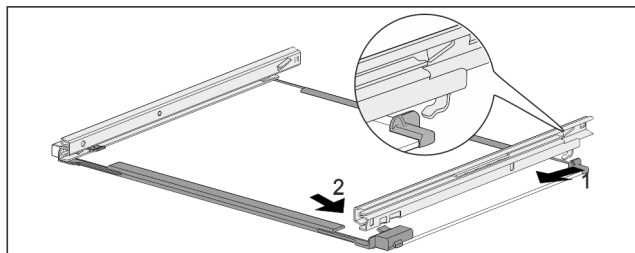

Fig. 160 Ripiano in vetro con guide
- Agganciare la guida sul lato posteriore. Fig. 160 (1)
- Innestare la guida sul lato anteriore. Fig. 160 (2)